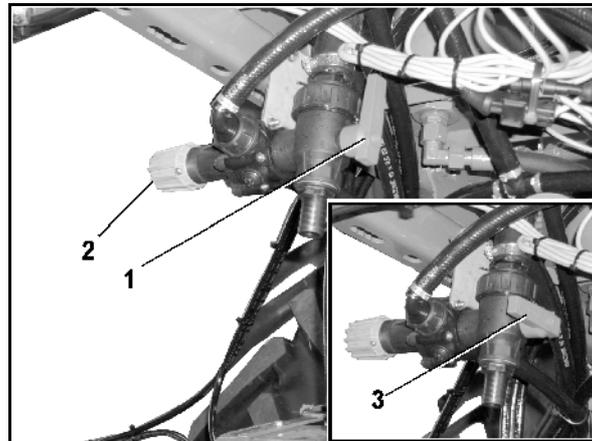

Fig. 82
- der DUS-Umschalhahn (Fig. 82/1).
- das DUS-Druck-Begrenzungs-Ventil (Fig. 82/2). Das DUS-Druck-Begrenzungs-Ventil ist werkseitig fest eingestellt und reduziert den Druck im Druck-Umlauf-System auf 1 bar.
Befindet sich der DUS-Umschalhahn in Position (Fig. 82/1), ist das Druck-Umlauf-System eingeschaltet.
Befindet sich der DUS-Umschalhahn in Position (Fig. 82/3), ist das Druck-Umlauf-System ausgeschaltet.